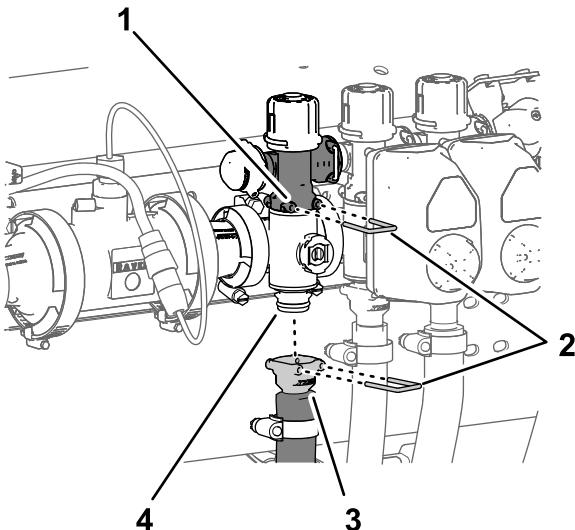

Bild 128
3. Befestigen Sie das Schnellkupplungsanschlussstück des Abschnittventilverteilers mit einem Schnellkupplungsstift am Schnellkupplungsunterteil des Abschnittssicherheitsventils (Bild 127 und Bild 128).
8. Befestigen Sie die Schnellkupplung des Abschnittschlauchs mit dem Schnellkupplungsanschlussstück des Abschnittventilverteilers (Bild 128).